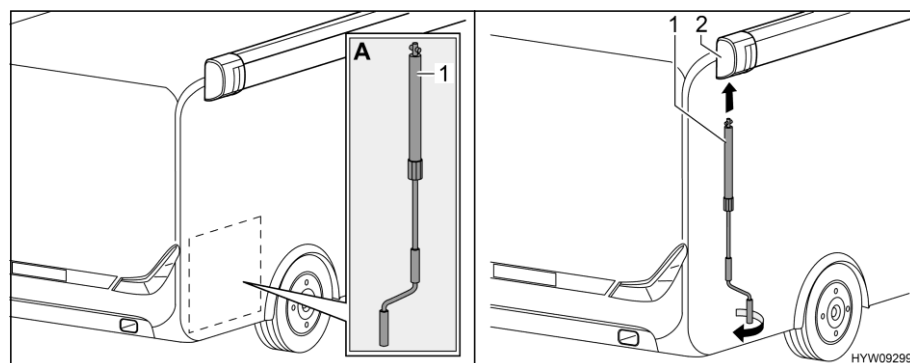

Fig. 29 Applicazione manovella
- Prelevare la manovella (Fig. 29,1) dal garage di coda (Fig. 29,A).
- Inserire la manovella nel supporto a baionetta (Fig. 29,2) della tenda.